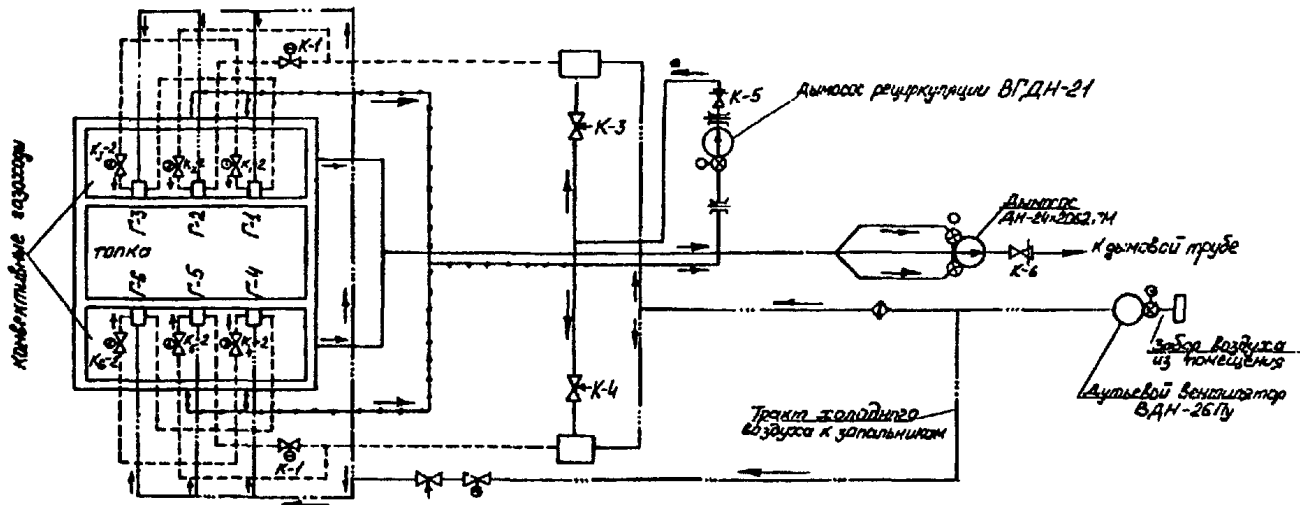

Рис. 1. Схема газоздухопроводов водогрейного котла КВГМ-180-150:
**2.1.12.** Провентилируйте топку и газозухопроводы котла, включив дымосос, дымосос рециркуляции и вентилятор, собрав схему газозухопроводов (рис. 1), для чего: